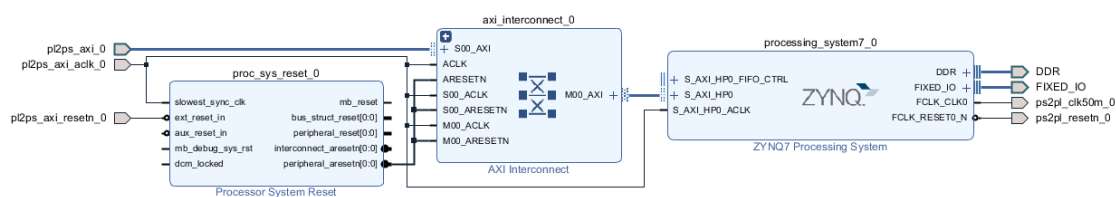

图 1-23 Block Design 完整结构
- 4) 连接 HP 接口和 HP 接口工作时钟。即连接 M00\_AXI 和 HP 接口，连接 aclk 和 S\_AXI\_HP0\_ACLK 接口即可完成 block design 设计，最终完整设计如图 1-23 所示：